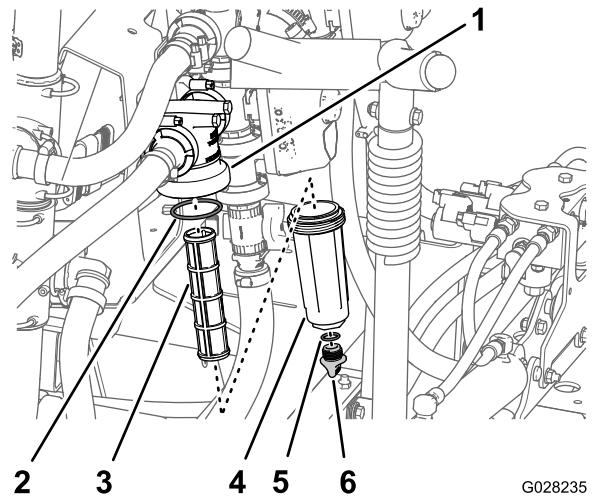

图 104
2. 在压力式滤清器下放置一个排放盘图 104。
3. 逆时针旋转排油塞然后将其从压力式滤清器的油碗中取出图 104。
4. 逆时针旋转油碗然后将其从滤清器头中拿出图 104。
5. 拆下旧压力式滤清器的滤芯图 104。
6. 检查排油塞的 O 形圈在油碗内侧和油碗的 O 形圈在滤清器头内侧是否有磨损和损坏图 104。
7. 将新的压力式滤清器滤芯安装到滤清器头中图 104。
8. 将油碗安装到滤头上并用手紧固图 104。
9. 将排油塞安装到油碗上并用手紧固图 104。